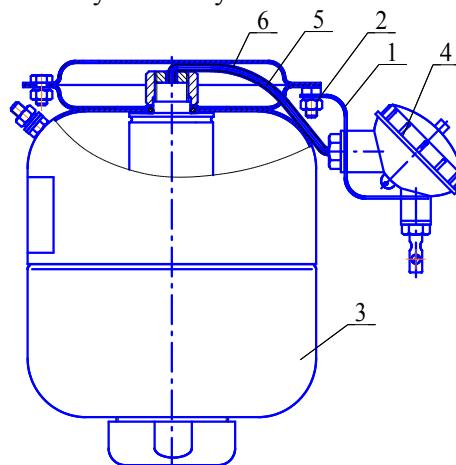
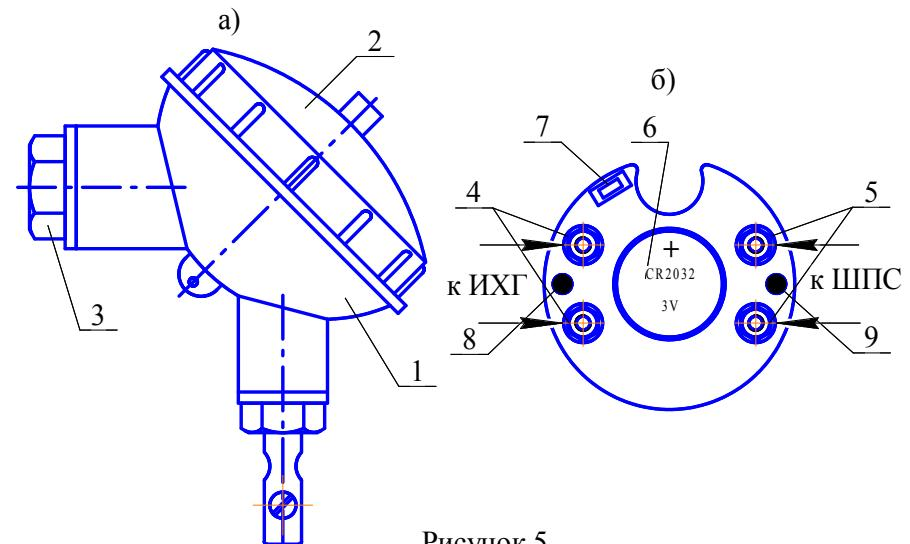

Рисунок 3
Рисунок 5
4.3.1.1 На кронштейне **1**, закрепленным гайкой **2** на корпусе МПП **3** (см. рисунок 3), установлен электронный узел запуска (устройство пусковое температурное) **4**. Вывода **5** элемента электропускового ИХГ, вставленные в трубку ПВХ **6**, через гермоввод соединены с электронным узлом запуска **4**.
6.4.2 Гайкой 2 (см. рисунок 3) закрепить на корпусе МПП кронштейн 1.
6.4.3 С корпуса 1 электронного узла запуска (см. рисунок 5) открутить крышку 2 и винт 3. Через отверстия винта 3, кронштейна 1 (см. рисунок 3) в гермовод электронного узла запуска ввести провода элемента электропускового ИХГ и при необходимости ШПС. Винтом 3 согласно рисунку 3 закрепить на кронштейне электронный узел запуска.